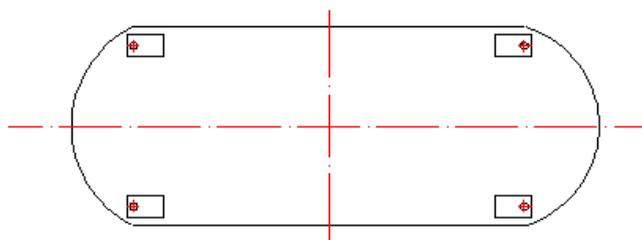

图 16 模块布局
- 2、简单的称重系统必须由几只模块组成。容器的撑脚应坚固，在满载荷下不变形。模块的具体布置方式可参照图 16（**注意：**四只模块安装时，其中一只应去掉侧向限位）。